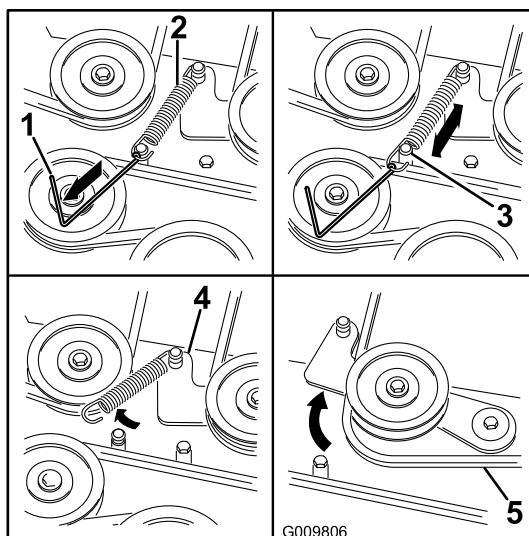

Figure 74
7. À l'aide d'un outil de dépose de ressort (réf. Toro 92-5771), décrochez le ressort de l'ergot sur le plateau pour éliminer la tension sur la poulie de tension (Figure 74).
10. Acheminez la courroie neuve autour des poulies du plateau de coupe et de la poulie d'embrayage, sous le moteur (Figure 74).
11. À l'aide d'un outil de dépose de ressort (réf. Toro 92-5771), accrochez le ressort à l'ergot sur le plateau pour tendre la poulie de tension et la courroie de plateau de coupe (Figure 74).